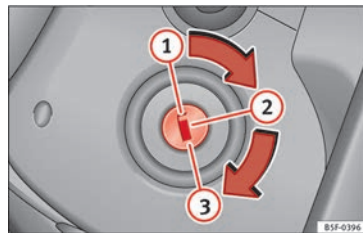

Fig. 131 Posizioni della chiave di accensione.
In questa posizione » **fig. 131** sia il motore che il quadro sono spenti e si può inserire il bloccasterzo.
- Girare la chiave fino alla posizione » **fig. 131 ②**. La spia  si accenderà nel caso di preincandescenza del motore.
- Quando la spia si spegne, mettere in moto girando la chiave nella posizione **③**, senza dare gas.
- Girare la chiave fino alla posizione »» **fig. 131 .**